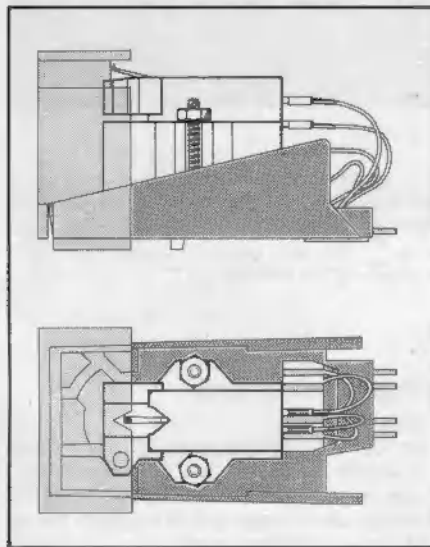

Fig. 12
2. Befestigen Sie das Tonabnehmersystem unter Zuhilfenahme des dem Tonabnehmersystem beigelegten Zubehörs und der Systemlehre auf dem Systemträger. Zu beachten ist, daß das Tonabnehmersystem am geometrisch richtigen Ort im Systemträger montiert wird (Fig. 12).